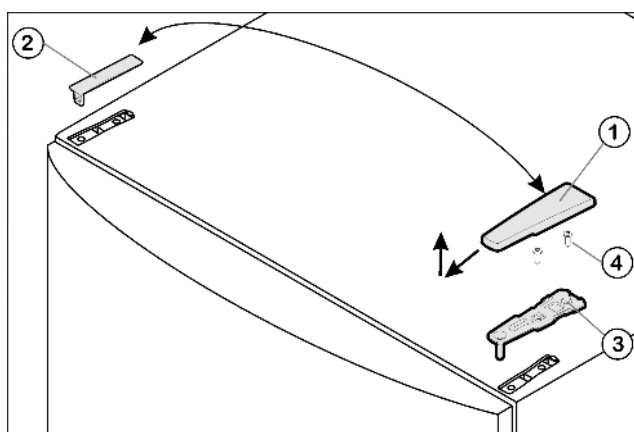

Fig. 4
- ▶ Kryt Fig. 4 (1) stáhněte dopředu a nahoru.
- ▶ Kryt Fig. 4 (2) zvedněte.
- ▶ Horní stojan ložiska Fig. 4 (3) odšroubujte (2 krát Torx® 25) Fig. 4 (4) a stáhněte nahoru.
- Horní stojan ložiska Fig. 4 (3) vložte na nové straně závěsu do dvířek.
- Horní stojan ložiska **příšroubujte (s 4 Nm)** (2krát Torx® 25) Fig. 4 (4). Díry pro šrouby případně předem propíchněte nebo použijte akumulátorový šroubovák.
- Kryt Fig. 4 (1) a kryt Fig. 4 (2) vždy na opačné straně zvenku nasadíte a zaklesnete.